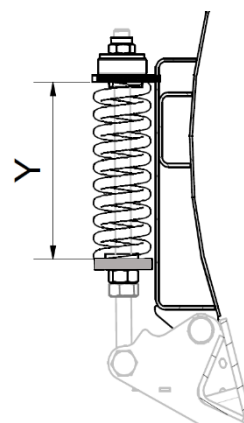

Bild.21
- 3) Dra åt mutter M2 mot mutter M1 för att låsa fjäder – se Bild.21
- 4) Lossa muttern M1 och M2 i den nedre delen av fjäder – se Bild.21